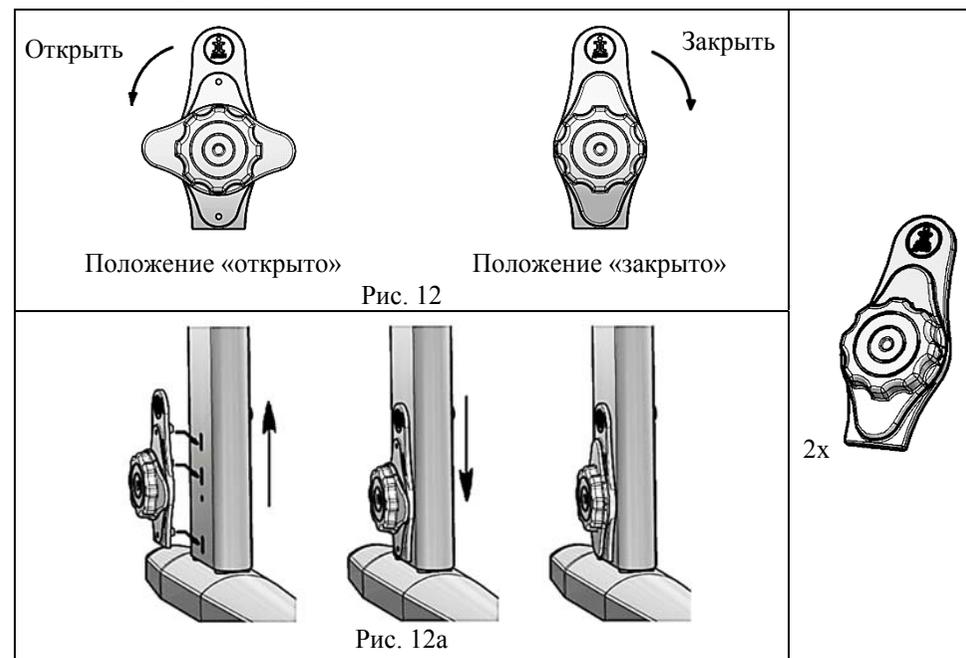

Рис. 12
- повернуть корпус фиксатора на замке стойки (поз.1, пакет №4) против часовой стрелки в положение «открыто» (см. рис. 12);
- приподнять кожух стойки, совместив пазы в кожухе и стойке, вставить замок стойки в совмещенные пазы стойки с кожухом (см. рис. 12а);
- опустить кожух вниз до упора и повернуть корпус фиксатора по часовой стрелке в положение «закрыто», (см. рис. 12).
Рис. 12а